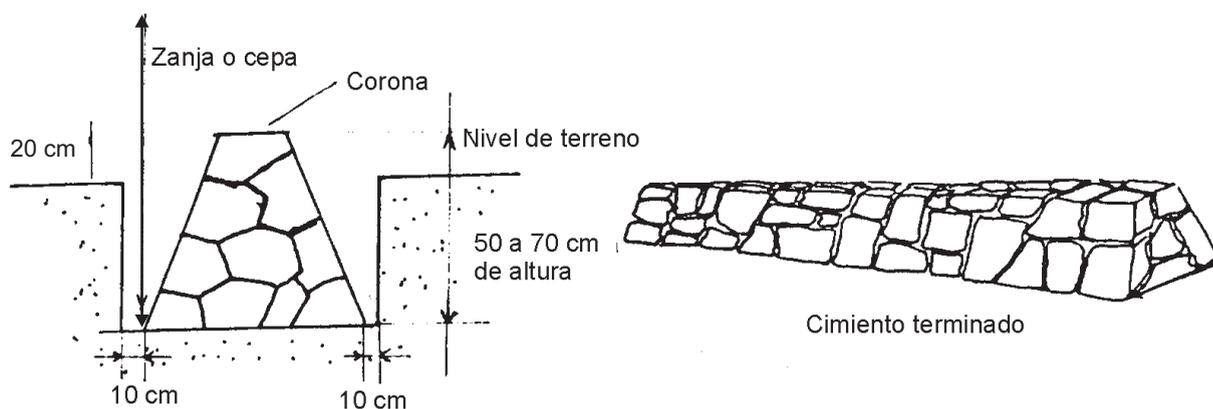

Figura 5
- La altura del cimiento puede variar entre 50 y 70 cm; es recomendable que el cimiento quede 20 cm más alto que el nivel del piso. La corona del cimiento debe quedar plana (figura 5).